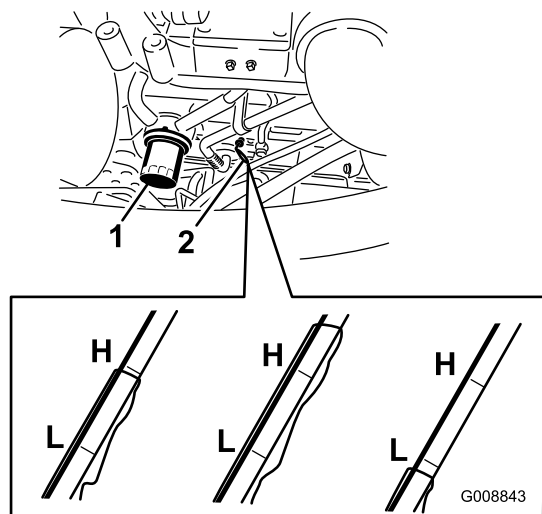

図 59
- ディップスティックを抜き取り、付いているオイルをウェスで拭き、もう一度一杯に差し込んで抜きとる 図 59。
3. オイルフィルタ 図 59を外す。